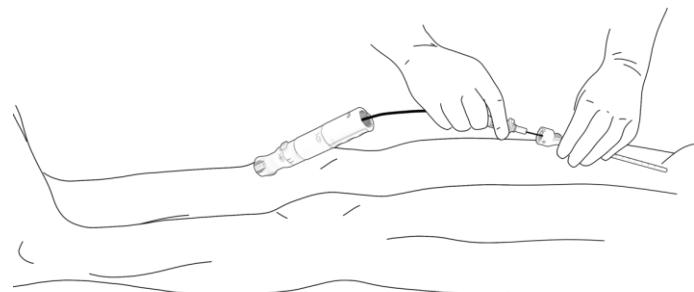

Abbildung 8. Vorschreiben des PerQseal+ Gefäßverschlusssystems zur Einführschleuse
- Die Ladekanüle über den Führungsdrahl zum Ansatz der Einführschleuse vorschieben, siehe Abbildung 8. Wenn sich die Verfolgung über den Führungsdrahl als schwierig gestaltet, ist sicherzustellen, dass der Führungsdrahl nicht geknickt ist und kein geronnenes Blut oder Thrombus vorliegt.